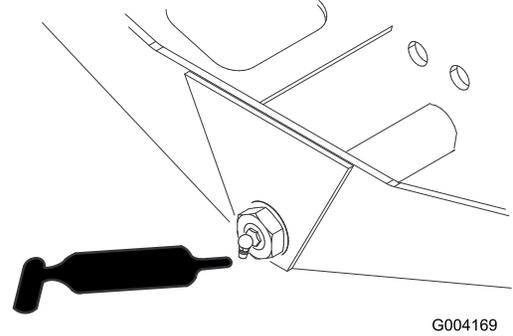

Bild 48
- Achsenlenkungsgelenk (1) (Bild 48)